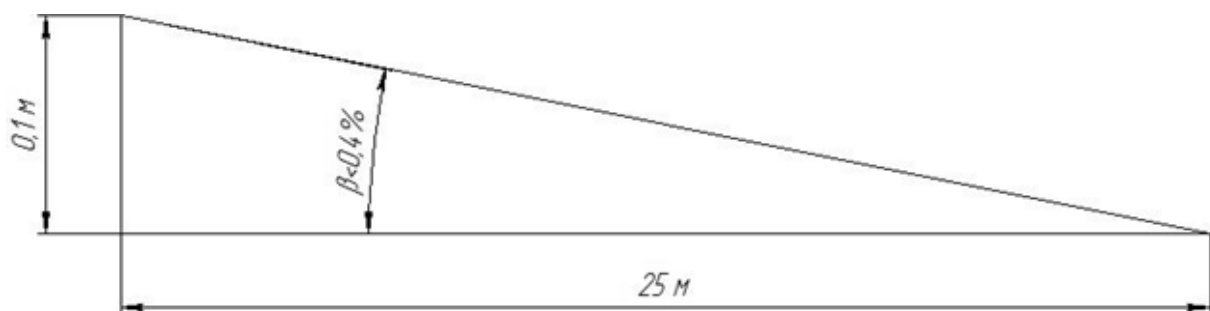

Рисунок 2
17.3 Монтаж оборудования должен производиться на поверхность площадки, уклон которой не превышает угла  $\beta$ , в противном случае выполнить установку изделий, согласно схеме монтажа, с указанными заглублениями, будет невозможно (рисунок 2).